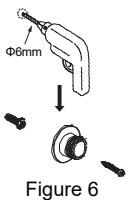

Figure 6
- e) Retirez la vis en cuivre, puis utilisez la mèche de Ø6mm pour percer un trou à l'endroit marqué. Installez la vis en cuivre (Figure 6).